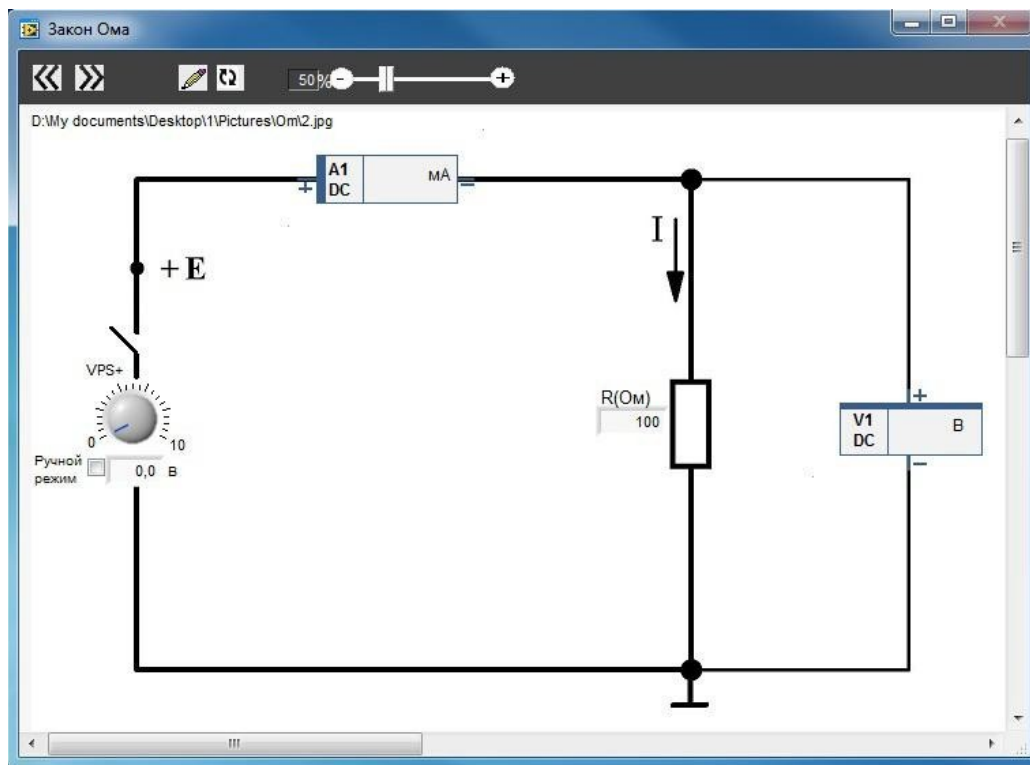

Рисунок 1.22 – Схема электрической цепи эксперимента «Закон Ома»
Нажмите кнопку **Следующий** (>>) на панели инструментов. Откроется заранее подготовленное в соответствии с рисунком 1.21 изображение электрической схемы лабораторной работы с размещенными на ней полями компонентов и приборов (рисунок 1.22).
3. Установите начальное значение напряжения **VPS+** (рисунок 1.22) равным 1 В. Показание приборов A1, V1 покажут ток и напряжения в исследуемой цепи. Нажмите **Запись**. Затем нажмите кнопку (8) панели управления (рисунок 1.23), откроется файл **MS Excel**. Необходимо убедиться в том, что в указанный файл были записаны данные измерительных приборов. При необходимости пункты 1-3 порядка выполнения эксперимента повторить.
7. Введите эту же величину сопротивления в **поле значения R** на рабочем поле лицевой панели и нажмите кнопку (7) на панели управления **Новый график**.